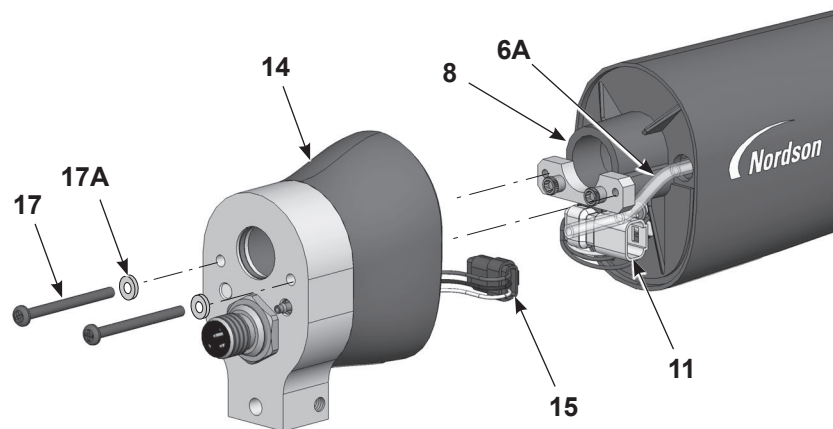
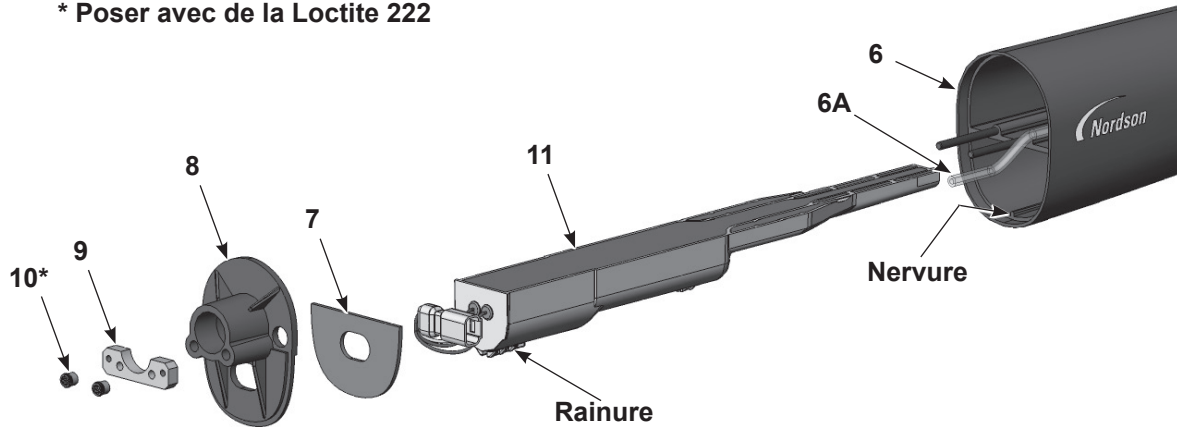

Figure 22 Démontage du pistolet à fixation sur barre 1 sur 3
Figure 23 Démontage du pistolet à fixation sur barre 2 sur 3
4. Voir la Figure 23. À l'aide d'une clé hexagonale de 1/8", retirer les deux vis à six pans creux (10) et la plaque taraudée (9) de la paroi de séparation (8). Retirer ensuite la paroi de séparation du corps du pistolet (6) en faisant passer le faisceau d'alimentation électrique à travers celle-ci.
5. Faire glisser le bloc d'alimentation électrique (11) hors du corps du pistolet.
7. Le joint plat (7) est collé à la paroi de séparation avec un adhésif autocollant. Remplacer le joint plat par un neuf s'il est endommagé.
1. Voir la Figure 23. Installer le bloc d'alimentation électrique (11) dans le corps du pistolet (6) en adaptant les nervures du corps du pistolet dans les rainures sur le bloc d'alimentation. Insérer fermement le bloc d'alimentation électrique dans le corps du pistolet.
2. Faire passer le faisceau d'alimentation électrique à travers la paroi de séparation (8), puis monter la paroi de séparation et la plaque taraudée (9) sur les goujons du corps du pistolet. Appliquer de la Loctite 222 sur les écrous à six pans creux (10), puis monter les écrous sur les goujons et les serrer à 0,45 N•m (64 inch-ounces) avec une clé hexagonale de 1/8".
3. Voir la Figure 22. Raccorder le faisceau de la prise (15) au faisceau d'alimentation électrique (11). Faire entrer les connecteurs du faisceau (11, 15) dans l'arrière du corps du pistolet dans les positions illustrées.
4. Raccorder le tuyau de filtre transparent (6A) au raccord cannelé à l'intérieur de l'arrière du corps (14). Faire passer un éventuel supplément de tuyau transparent dans le corps du pistolet, puis monter l'arrière du corps sur la paroi de séparation avec les vis (17) et les rondelles frein (17A).